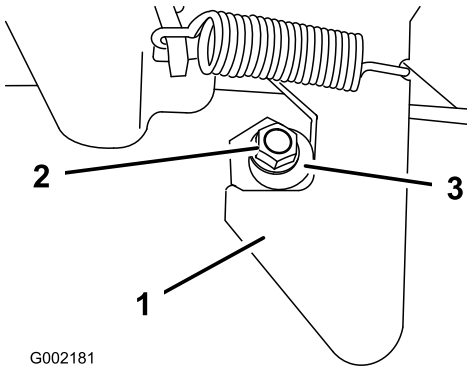

Figure 20
1. Desserrez l'écrou au bout du montant de verrouillage (Figure 20).
2. Tournez le montant dans le sens horaire jusqu'à ce qu'il soit bien serré contre le verrou, puis serrez l'écrou (Figure 20).